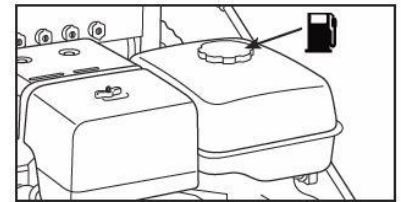

Fig. 4
5. Limpie el área alrededor de el tapa de combustible (See Fig. 4)